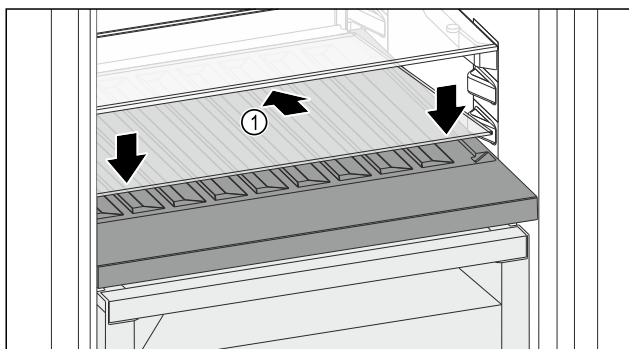

Fig. 228
- Skleněnou desku Fig. 228 (1) zasuňte šikmo a skloněnou dozadu dolů.
- Skleněnou desku Fig. 228 (1) vpředu spusťte dolů.